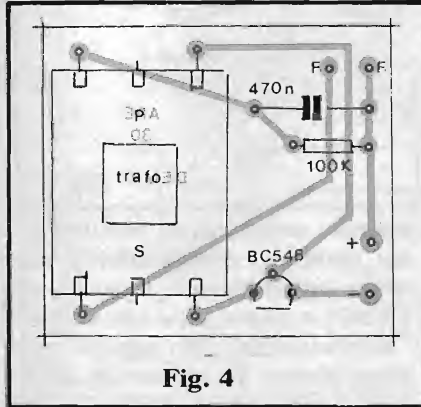

Fig. 4
- FIG. 4 - A montagem, propriamente, em toda a sua simplicidade, enfatizada no lado não cobreado da placa, já com as poucas peças devidamente posicionadas... É o que chamamos em APE de "chapeado"... Notem, especialmente, os seguintes (importantes) pontos: Posição do BC548, com o seu lado "chato" voltado para a borda da placa, e colocação do "carretel" do transformador, com seu primário "P" (lado original